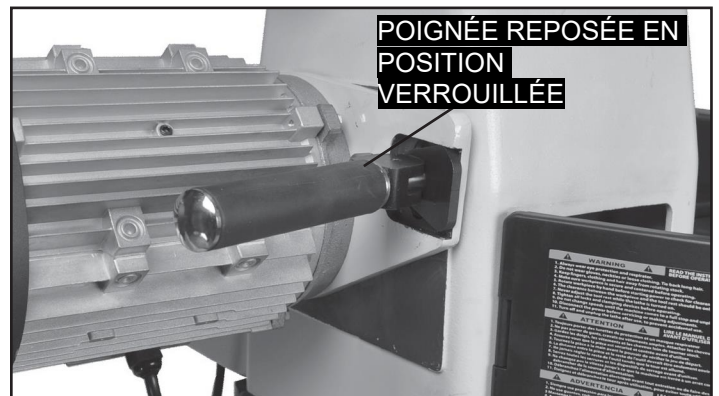

FIG. 30
3. Tirez la poignée de tension de courroie (#B52) vers l'avant, loin du moteur. Figure 30.
5. Avec la courroie poly-V positionnée sur les poulies, soulevez la poignée de tension pour que le poids du moteur fournisse la tension nécessaire sur la courroie. Fixez ensuite la poignée de tension en place en poussant la poignée vers le moteur. Figure 30.
3. Tirez la poignée de tension de la courroie (# B52) vers l'avant, loin du moteur. fig. 36. (Voir page 16, figures 30 et 31).